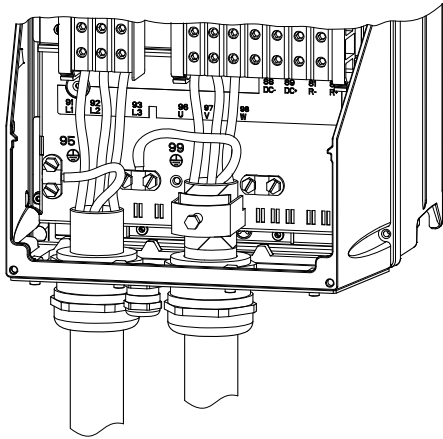

Рис. 7 Подключение питания и двигателя, С1 и С2
1. Подключите заземляющий провод к клемме 95 (PE). См. рис. 7.
1. Подключите заземляющий провод к клемме 99 (PE). См. рис. 7.
2. Подключите провода электродвигателя к клеммам 96 (U), 97 (V), 98 (W).